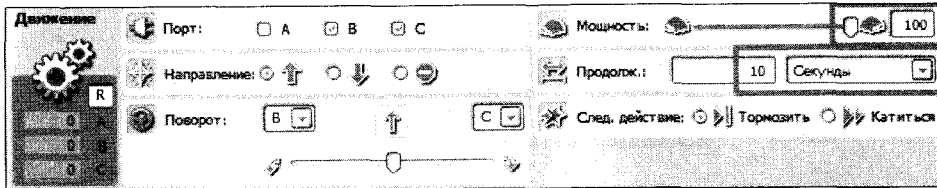

Рис. 39. Настройки блока **Движение**
5. Выставьте настройки, как указано на рис. 39.